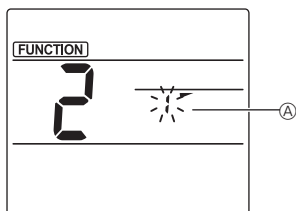

Fig. 3-2
- ② Vælg af ventilatorvingenummer (Fig. 3-2) Tryk på [▲]-knapperne for at vælge ventilatorvingenummer A, og tryk derefter på [SET]-knappen.